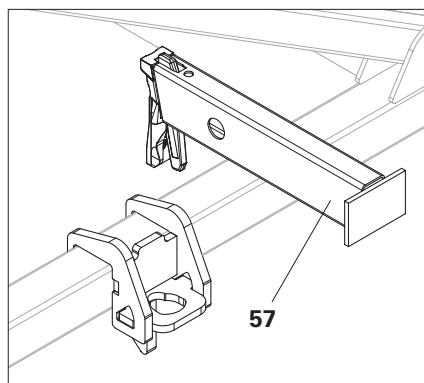
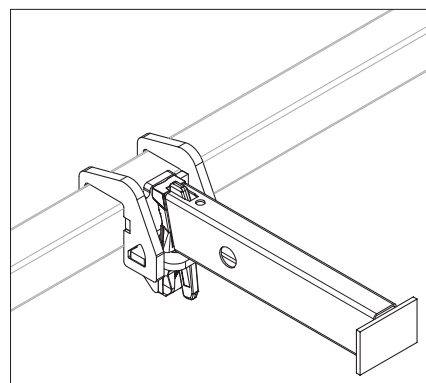

Fig. A13.03
Fig. A13.03a
- Inserire il contrasto UC 33 (**57**) nel connettore da corrente a corrente e martellare a fondo il cuneo. (Fig. A13.03 + Fig. A13.03a)